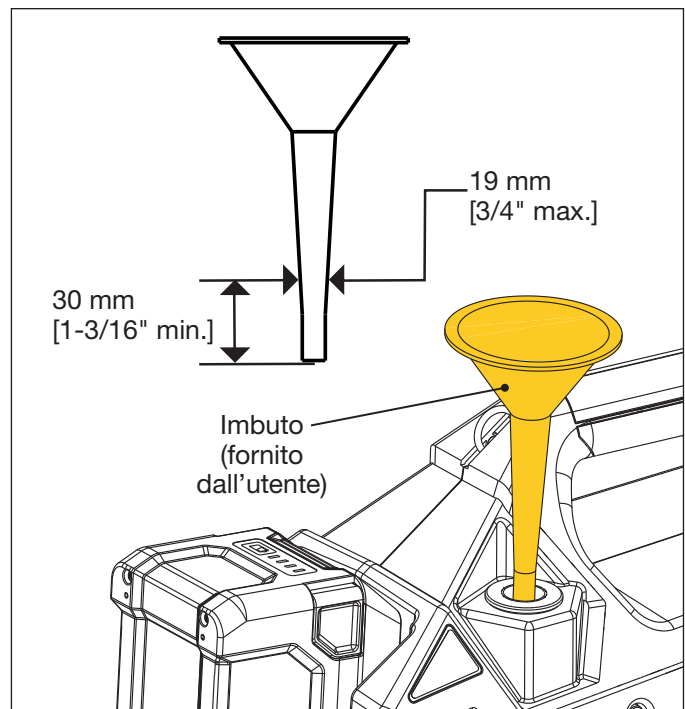

Figura 13: Aggiunta di olio tramite imbuto
5. Inserire un imbuto (diametro esterno max. del gambo pari a 19 mm [3/4"] e con lunghezza di almeno 30 mm [1-3/16"]) nel bocchettone di rifornimento dell'olio. Vedere la Figura 13.